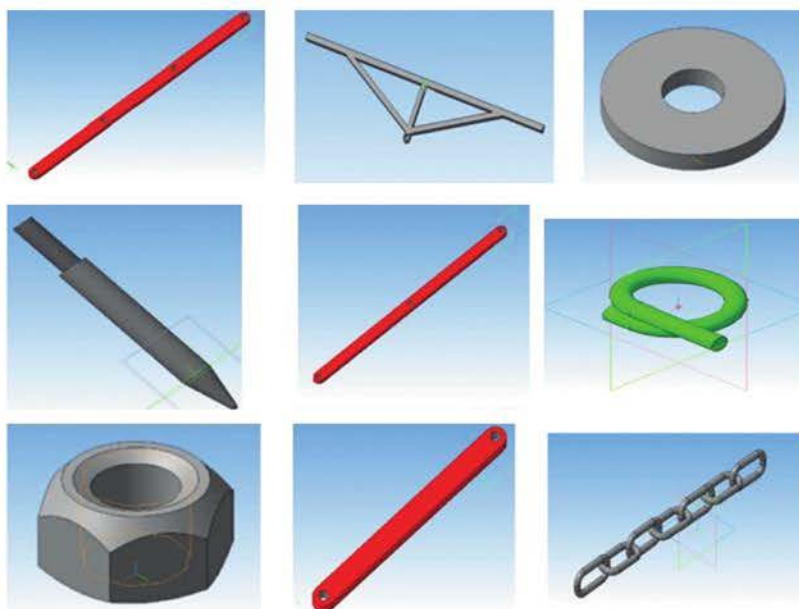

Рисунок 17.4 3D-модели деталей бороны зубовой
- разработать 3D-модели (рисунок 17.4) и чертежи оригинальных деталей бороны;